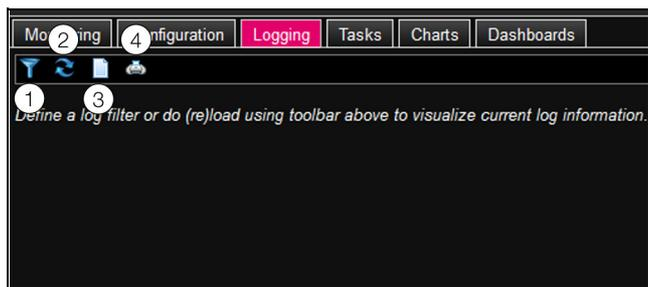

Imagen 57: Pestaña Logging
- Haga clic sobre el primer símbolo de la izquierda (imagen 57, pos. 1).
- Haga clic sobre el segundo símbolo de la izquierda (imagen 57, pos. 2).
- Haga clic sobre el cuarto símbolo de la izquierda (imagen 57, pos. 4).
- Haga clic sobre el tercer símbolo de la izquierda (imagen 57, pos. 3).